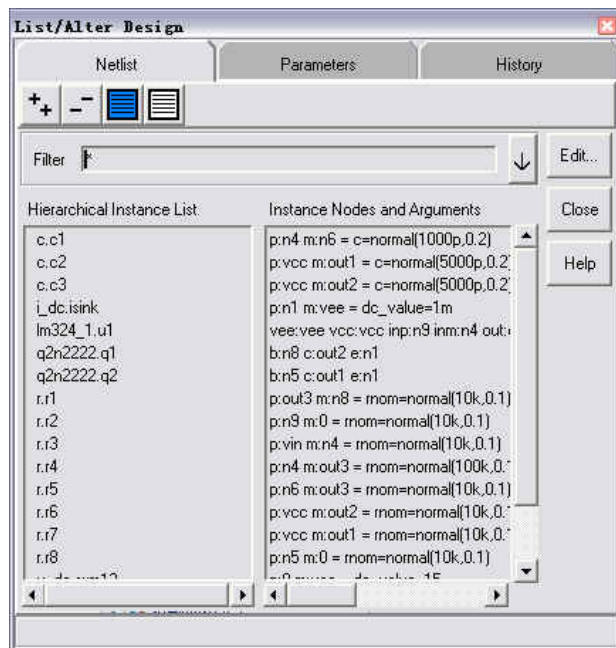

图 2—7 Netlist 面板内容
- ▲ Netlist: 如图 2—7 所示，面板中列出了设计中的元件及其相应的连接的节点和自变量，可以用 Filter 来约束 Hierarchical Instance List 中陈列出的元件。例如：如果在 Filter 处键入 r.*，表格将只显示设计中的电阻元件。除列出元件外，也可以改变元件参数，选择元件，点击 Edit 按钮，该操作显示 Alter Components 对话框，在 Value 处键入新的参数值，点击 Apply 或 OK 按钮使改变生效。